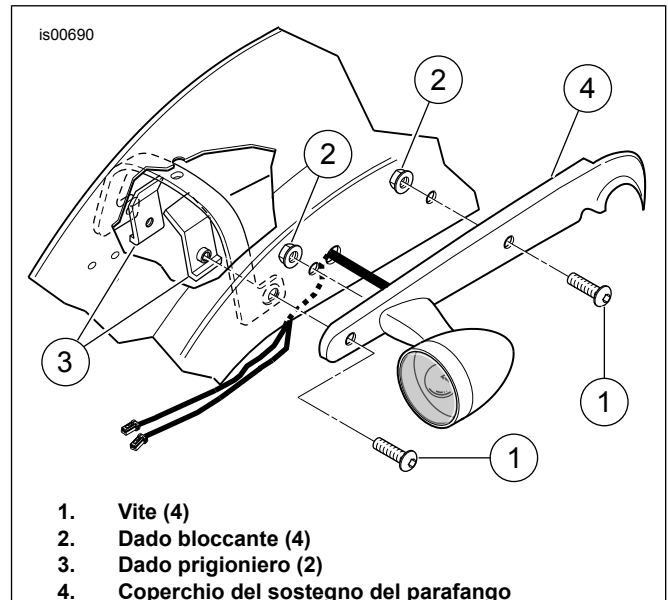

Figura 1. Rimozione del sostegno del parafango posteriore
4. Vedere Figura 1. Rimuovere e gettare via le viti a testa bombata anteriori e posteriori (1), i due dadi bloccanti (2) e i dadi prigionieri (3) sotto il parafango dai coperchi dei sostegni (4), destro e sinistro, del parafango posteriore.